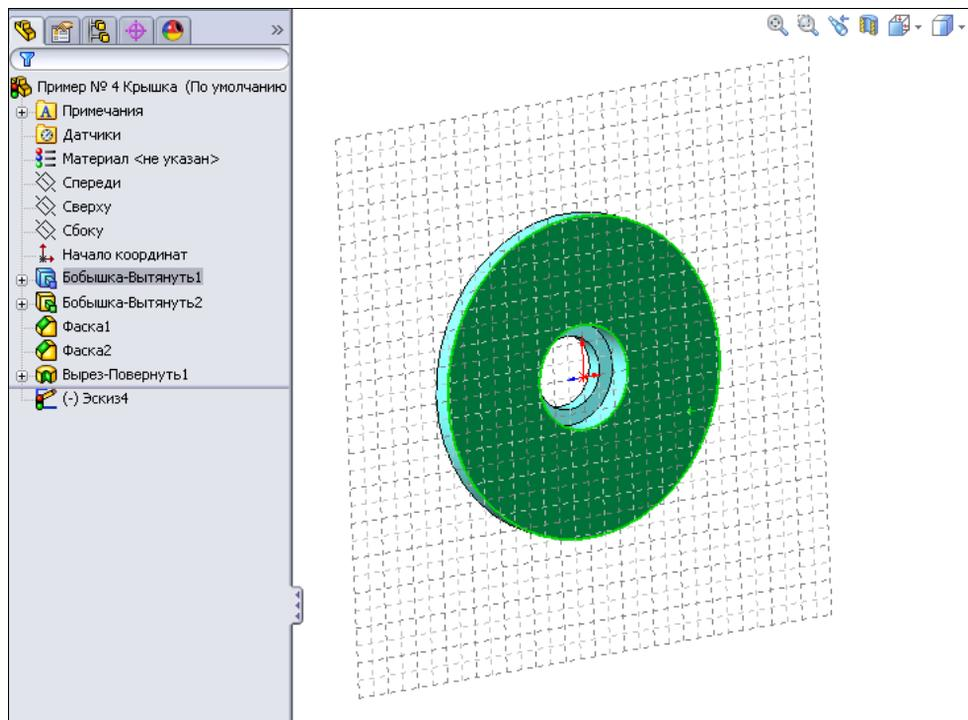

Рис. 2.50
14. Создадим в крышке четыре отверстия для ее крепления на корпусе. Для этого выберем торцевую плоскость крышки и войдем в эскиз (рис. 2.50).